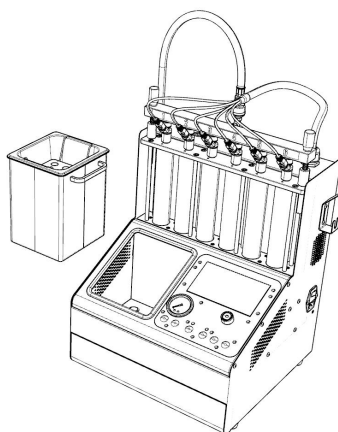

Рисунок 4.2
- Полностью слейте моющую жидкость из ультразвуковой ванны (см. рисунок 4.2) и протрите ультразвуковой модуль мягкой сухой тканью.